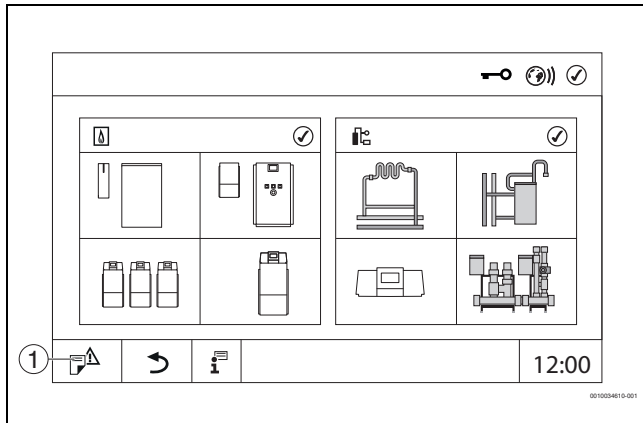

Рис. 14 Вызовите сервисное меню (пример).
- ▶ Нажмите и удерживайте знак (→ рис. 14, [1]) ок. 5 секунд.